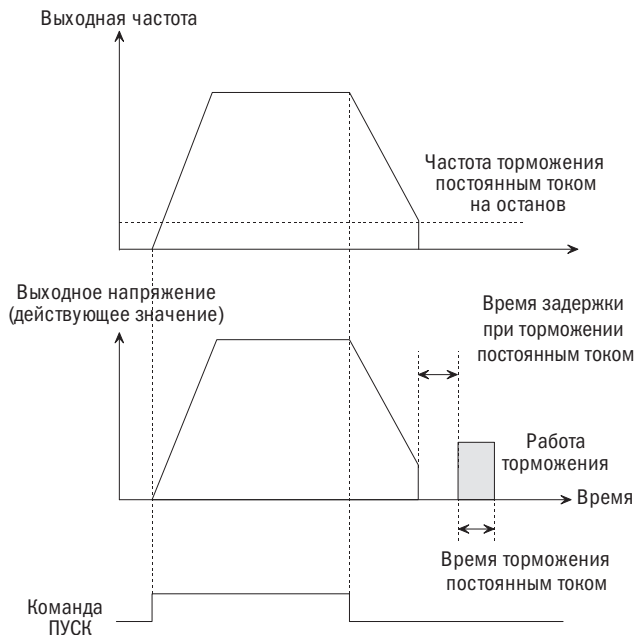

Рисунок 5.8 – Торможение постоянным током
- Если во время останова значение напряжения опустится до минимального, будет выдан только сигнал предупреждения  $U_u$  и в это время двигатель не может быть запущен. Смотрите рисунок 5.8.